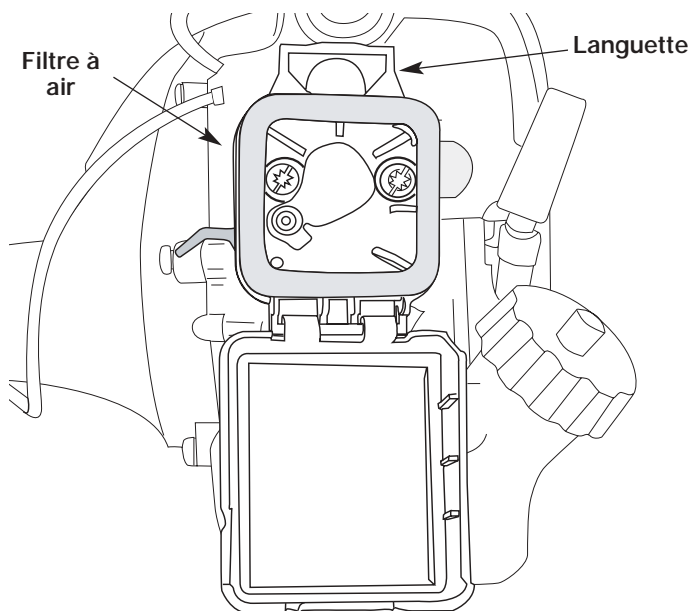

Fig. 25
2. Retirez le filtre à air (Fig. 25).